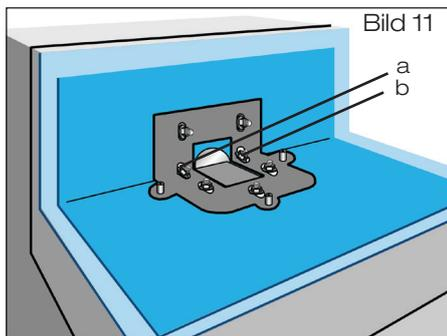

Bild 11
- 2.5 Anschlussmanschetteahn mit Losflansch und beiliegenden Sechskantflanschmuttern verkleben (Bild 11). Beiliegende Sechskantflanschmuttern inklusive Unterlegscheiben mit Steck- oder Ringschlüssel SW 15, beginnend mit den Eckverschraubungen a und b, anziehen. Bei den Eckverschraubungen die beiliegenden zwei Klemmstücke unter den Sechskantflanschmuttern anordnen. Danach die restlichen Sechskantflanschmuttern gegenüberliegend anziehen.